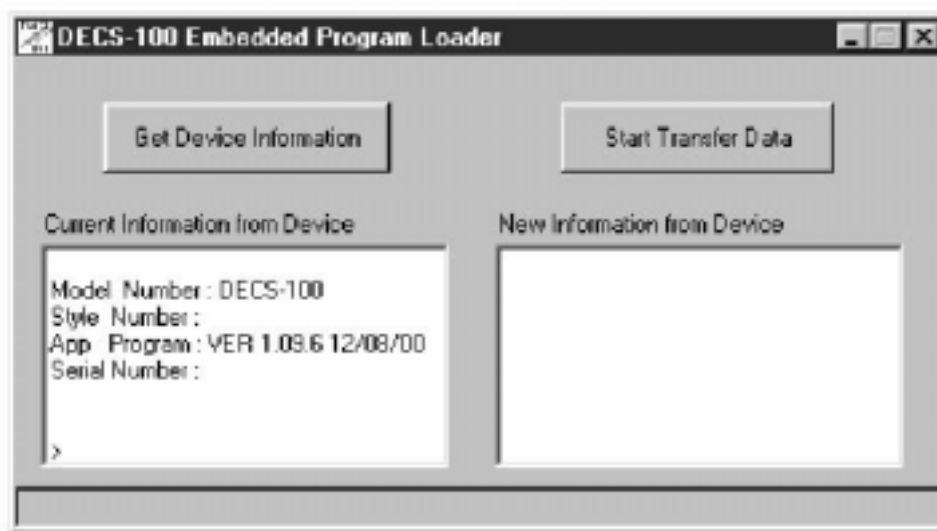

图 5-30. 读取 DECS-100 信息
4.单击 **Get Device Information** 按钮，DECS-100 嵌入软件加载程序读取并在左侧框中显示 DECS-100 的型号、序列号和应用程序版本号等（如图 5-30）。